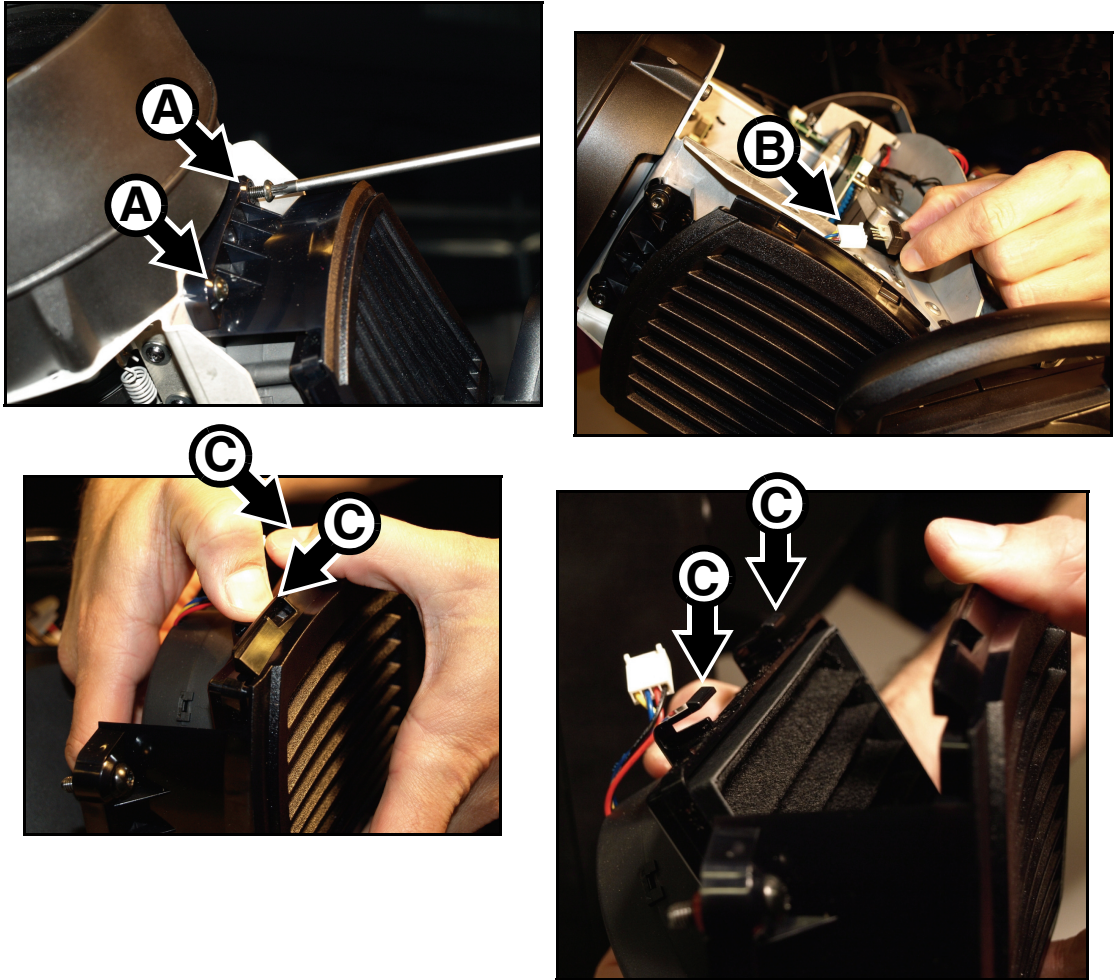

Bild 14: Entfernen des Luftfilters im Kopf
3. Siehe Bild 14. Lösen Sie beide Torx25 Schrauben **A** am vorderen Ende des Filtergehäuses, bis die Schrauben frei drehen.
8. Siehe Bild 14. Führen Sie die den Verschlüssen **C** gegenüber liegende Seite des Abdeckgitters in das Filtergehäuse ein. Drücken Sie auf das Abdeckgitter, bis die Verschlüsse **C** einrasten. Prüfen Sie den korrekten Sitz des Abdeckgitters: der Lüfter darf keine ungefilterte Luft ansaugen.